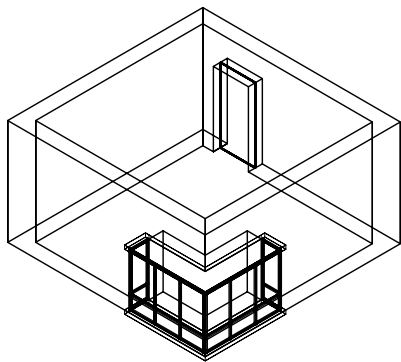

图 5-87 窗框映射
4) 将视图转换为三维视图, 即可观察到窗框映射的结果, 如图 5-87 所示。